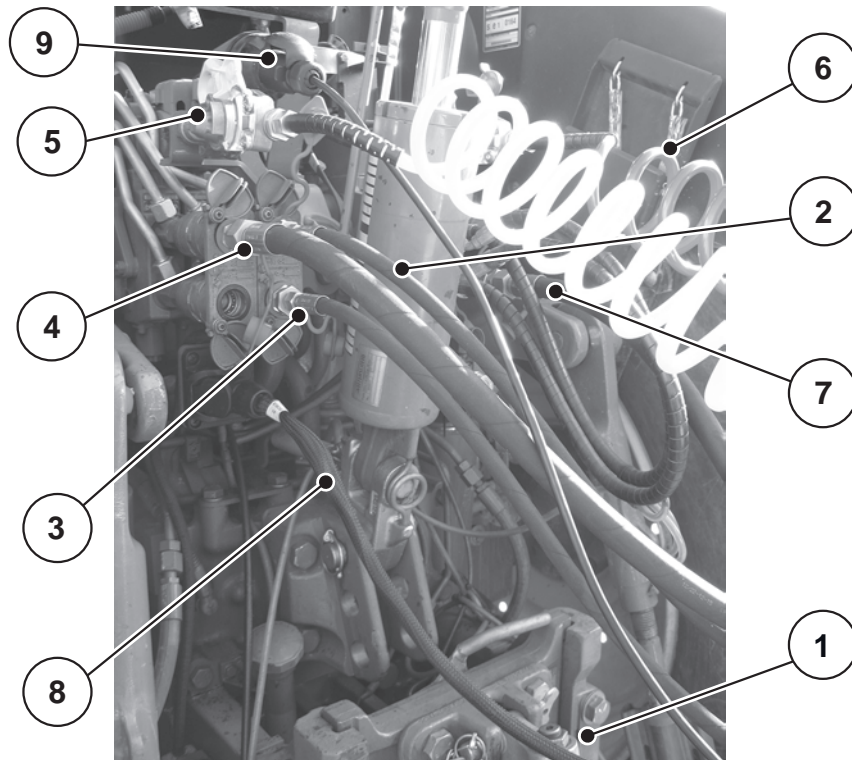

Bild 6.7: Anslutningsföljd
Det finns två kopplingsvarianter, på bild 6.7 visas en kulkoppling.
Se bild 6.7.
- Observera anslutningsföljden: Se bild 6.7.